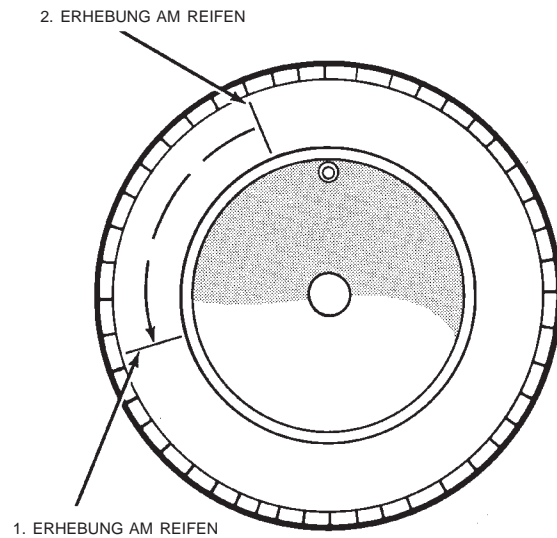

Abb. 10 Montieren des Reifens um 90 Grad in Pfeilrichtung versetzt
(3) Den Höhengschlag erneut messen. Die Erhebung am Reifen markieren.
(4) Ist der Höhengschlag noch immer zu groß, folgendermaßen vorgehen:
- Wenn sich die Erhebung NICHT innerhalb von 102 mm (4 Zoll) zur Erhebung am Reifen oder an der Felge befindet, den kürzesten Abstand zwischen zweiter und erster Erhebung mit einem Pfeil auf der Lauffläche des Reifens markieren. Den Reifen abnehmen und um 90 Grad in Pfeilrichtung versetzt wieder auf die Felge aufziehen (Abb. 10). Auf diese Weise kann der Höhengschlag in der Regel auf ein akzeptables Maß reduziert werden.